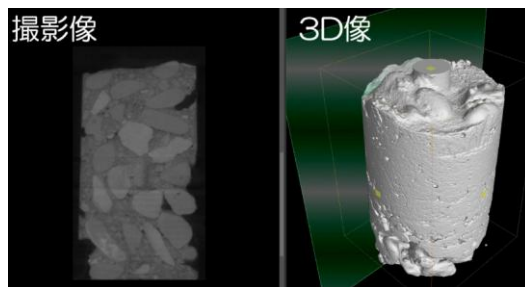

図1 X線CT
- (1) 外観目視観察、ひび割れ幅測定、ファイバースコープ等による孔内観察等
- (2) ひび割れ深さ：超音波回折波
- (3) 圧縮強度：コア採取
- (4) 中性化：フェノールフタレイン法 (写真2)
- (5) 塩化物量測定：JIS A 1154、蛍光X線
- (6) 元素分布解析：EPMA
- (7) 内部構造の解析：X線CT(サンプル寸法に制限あり) (図1)